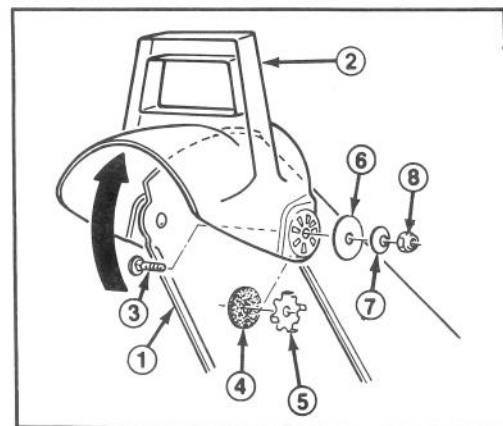

Figura 11
3. Fissate il lato sinistro del deflettore al camino di scarico con i fermagli che avete appena tolti. Assicuratevi che la rosetta di gomma e la piastrina di attrito si trovino fra il camino ed il deflettore e che le alette della piastrina entrino nei fori del deflettore. Vedi Figura 11 per il corretto ordine di montaggio dei pezzi.